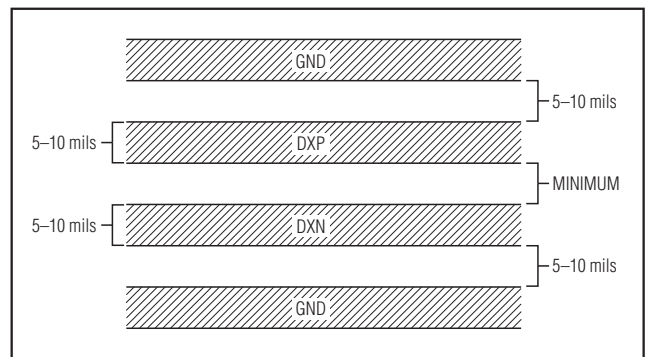

图5. 推荐的DXP-DXN PCB走线，如果在DXN和DXP走线附近有高压走线，建议采用两个外部保护带
- 3) 使DXP和DXN走线保持平行并尽量靠近。应该用每对平行的走线连接一个远端二极管。使这些走线远离高压走线，例如+12V直流。由于DXP和地之间20MΩ的泄漏通路即可引起大约+1°C的误差，所以必须严格处理PCB污染引起的漏流。如果不可避免使用高压走线，请将DXP-DXN引线两侧的保护带连接到GND(图5)。